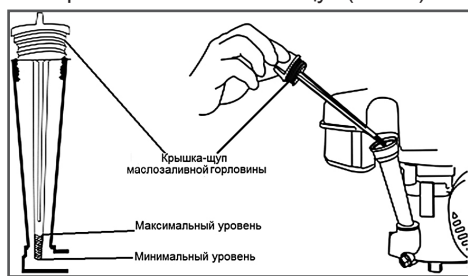

Рис. 9 Крышка-щуп маслозаливной горловины
2. Открутите крышку-щуп маслозаливной горловины и извлеките щуп (Рис. 9).
При недостаточном уровне масла в картере необходимо долить чистое масло до верхней отметки на щупе (Рис. 9).